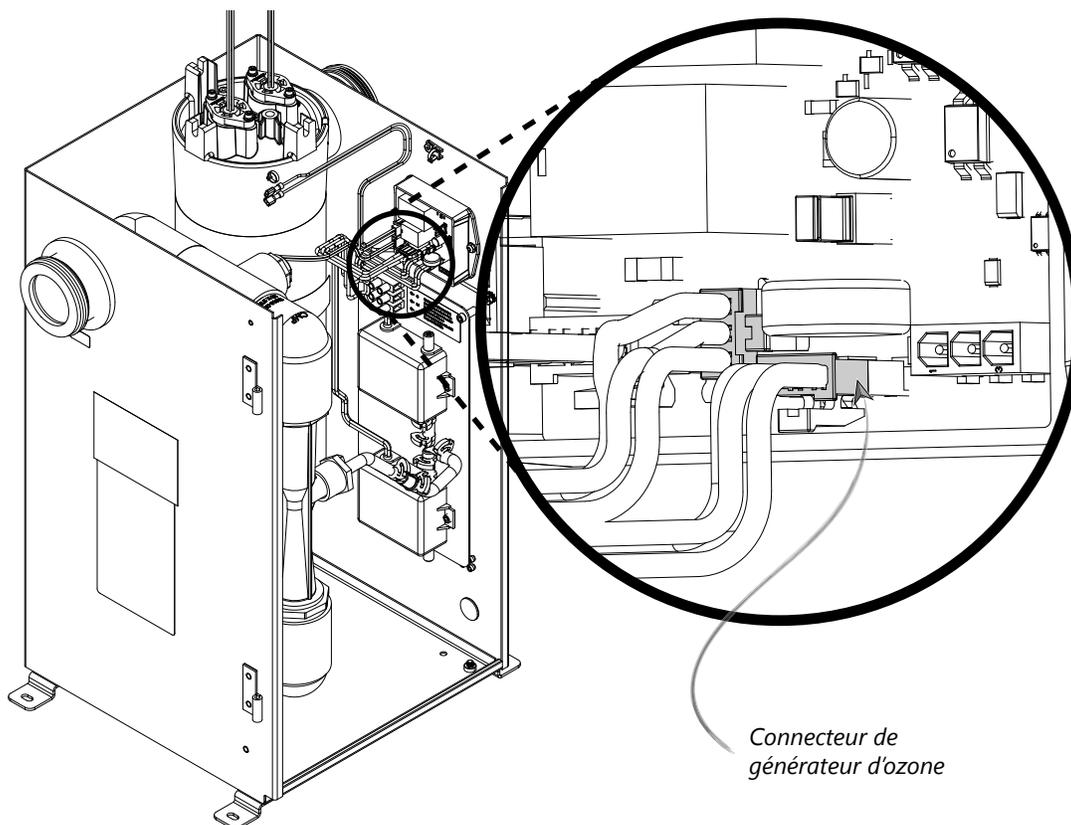

Figure 13 : Emplacement du connecteur du générateur d'ozone
2. Débrancher le connecteur de la carte imprimée de l'alimentation en détachant la languette-crochet sur le connecteur (se référer à la Fig 13).